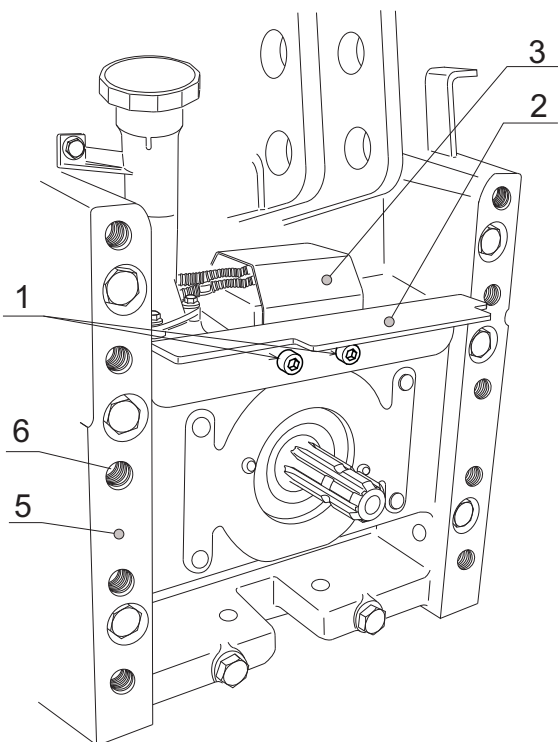

Bild 2
- die beiden Innensechskantschrauben M10x20 (1) mit Innensechskantschlüssel SW8 abschrauben und den Zapfwellenschutz (2) abnehmen. [Bild 2]
- dafür sorgen, dass die beiden Flanschflächen (5) und die Gewindeflöcher M20 (6) schmutzfrei sind. [Bild 2]